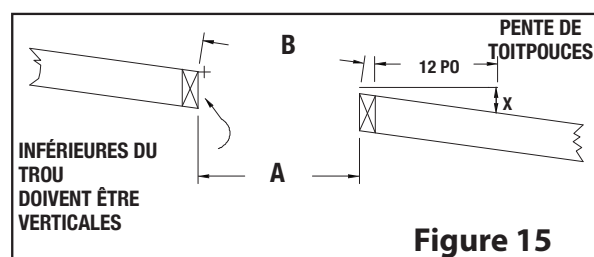

Figure 15
Étape 3 : En utilisant un niveau, assurez-vous que le support soit vertical. Si le support s'étire-dessus du toit, découpez-le de façon à ce qu'il soit égal au sommet du toit. Clouez le support à l'ouverture encadrée à l'aide de (12) clous torsadés - 3 po ou de vis à bois no. 8 x 1 1/2 po (voir Figure 15).